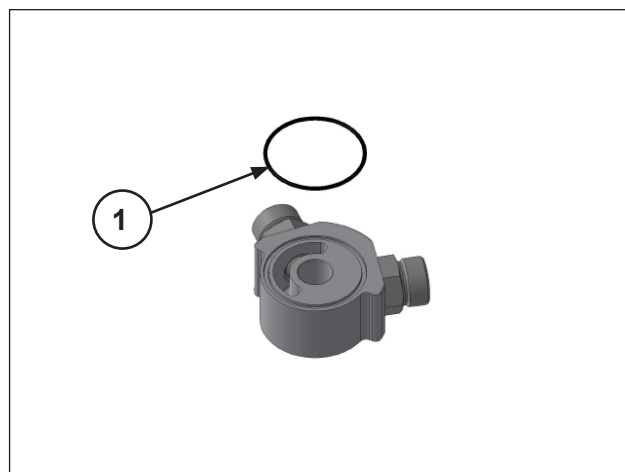

Fig. 129
Montar el grupo adaptador intercambiador aire-aceite (pos. ①, Fig. 129) y regular el tornillo con la llave dinamométrica como se indica en el apartado 3.